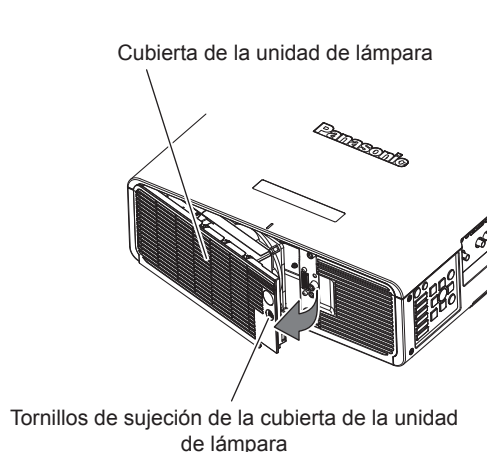

Figura 1
- 2) **Quite la cubierta de la unidad de lámpara. (Figura 1)**